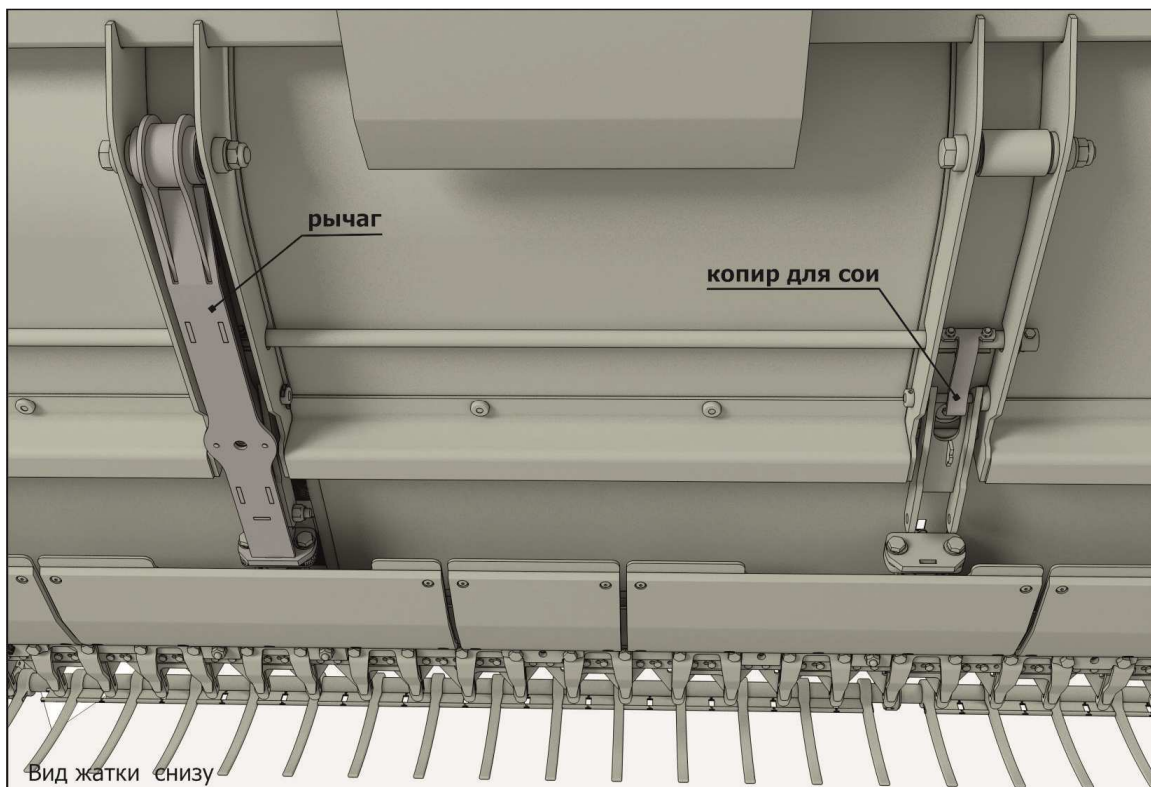

Рисунок 6.15 – Положение копирных дуг при уборке сои в режиме «с плавающим ножом»
5) **ВАЖНО:** КОПИРЫ ДЛЯ СОИ ДОЛЖНЫ ПРИЛЕГАТЬ К РЫЧАГУ (рисунок 6.15);